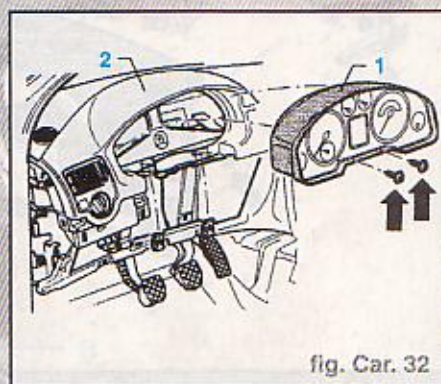

fig. Car. 32
- Dévisser les deux vis (flèches) (fig. Car. 32).